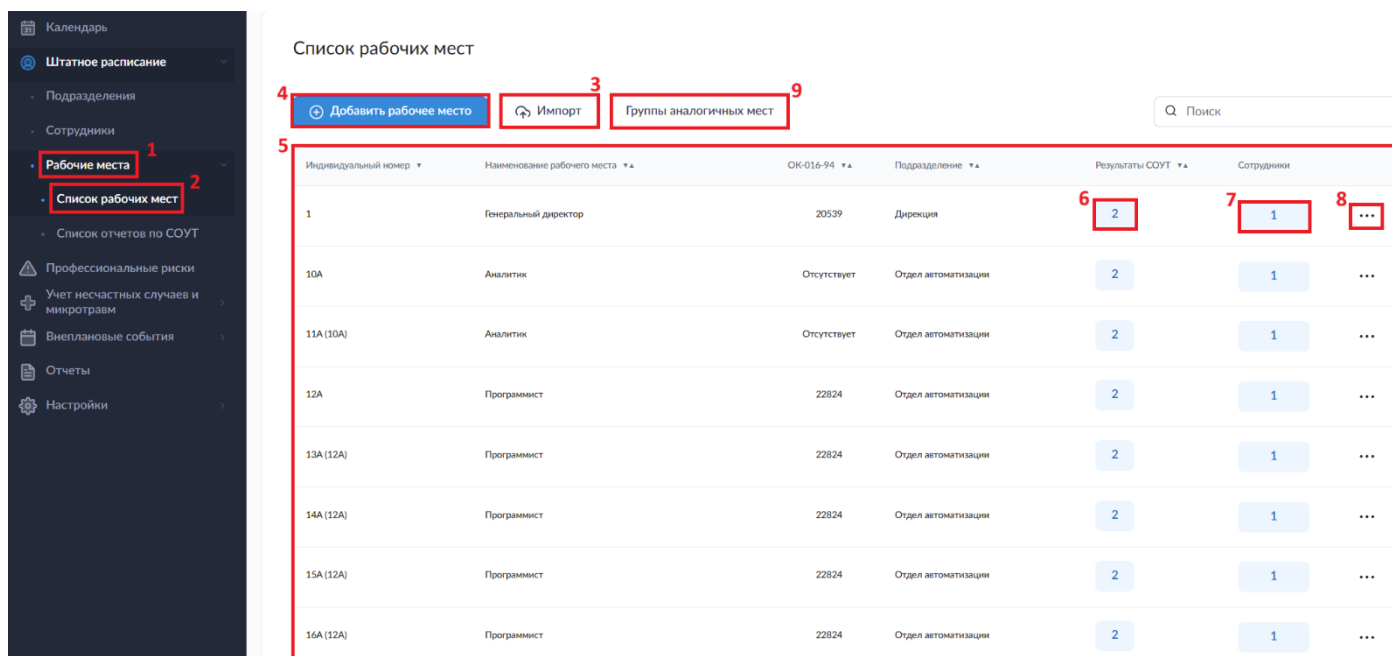

Рисунок 32. Раздел «Рабочие места». Подраздел «Список рабочих мест».
Для доступа к функционалу редактирования групп аналогичных рабочих мест необходимо нажать на кнопку «Группы аналогичных мест» (9) в подразделе «Список рабочих мест» (2) раздела «Рабочие места» (1) (рис. 32).